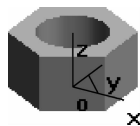

图 3-135 绘制螺母的基本拉伸体
(2)单击 按钮,弹出“拉伸增料”对话框,输入深度“13”,单击 按钮,完成操作,作图结果如图 3-135 所示。